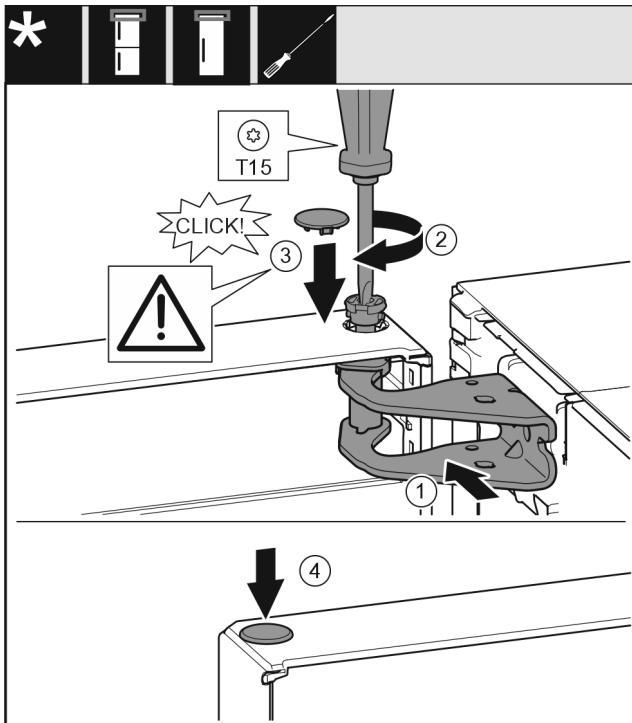

Fig. 22
- Dveře nahoře vyrovnejte s otvorem ve stojanu ložiska. Fig. 22 (1)
- Vložte čep a pevně jej utáhněte šroubovákem T15. Fig. 22 (2)
- K zajištění dveří namontujte bezpečnostní kryt: Bezpečnostní kryt nasadte a zkонтrolujte, zda přiléhá na dveře. V opačném případě čep zcela zasuňte. Fig. 22 (3)
► Vložte zátku. Fig. 22 (4)